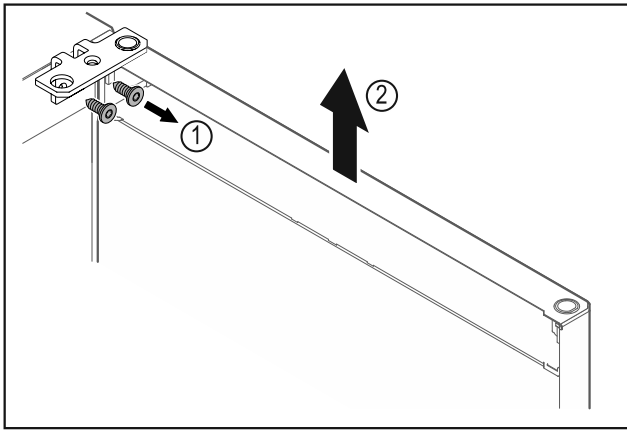

Fig. 9
- ▶ Desatornillar la escuadra de bisagra Fig. 9 (1).
- ▶ Levantar la puerta junto con la escuadra de bisagra Fig. 9 (2) aproximadamente 200 mm recta hacia arriba y retirar.